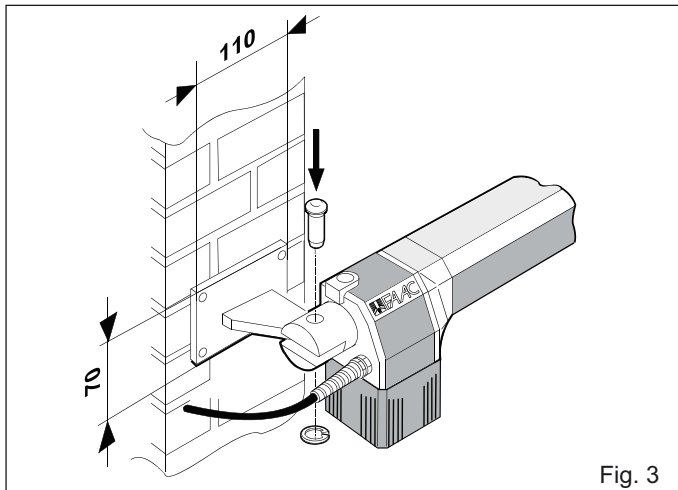

Fig. 3
2. Fixar o operador ao engate traseiro através das buchas e parafusos fornecidos com o equipamento (fig. 3).
**Atenção:** Os operadores fornecidos no kit possuem versão direita e esquerda. Para instalar corretamente, o operador deve ser posicionado de acordo com a fig. 3.